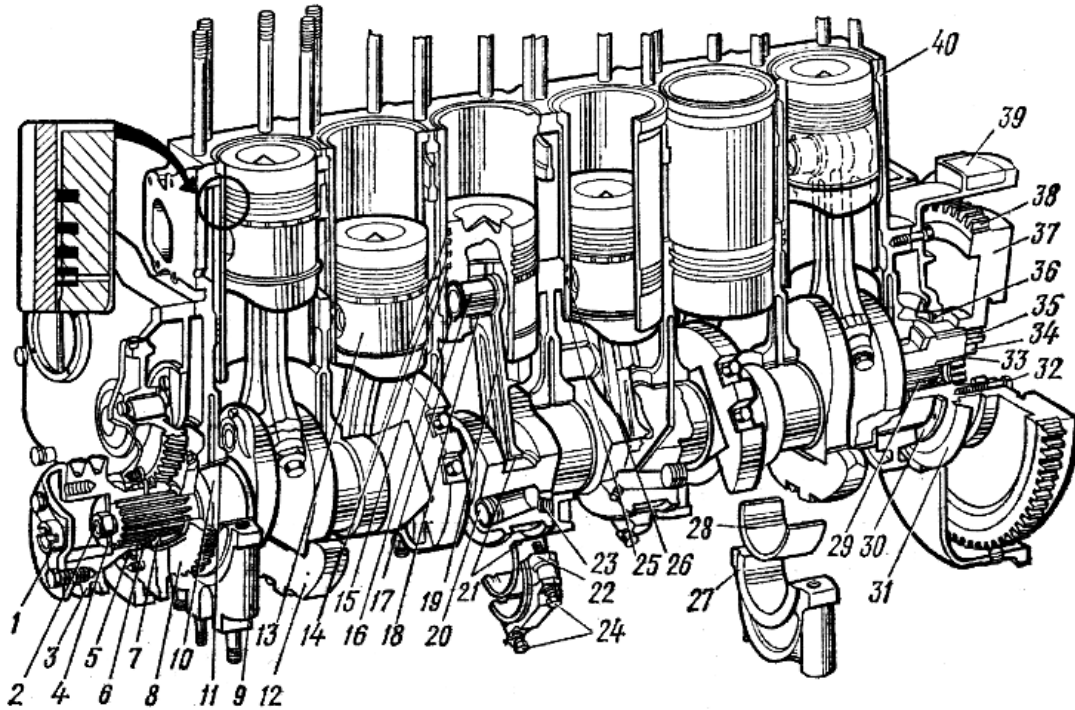

Рисунок 9 - Кривошипно-шатунный механизм двигателя А-01М:
3. Познакомьтесь с устройством поршня 13 (рисунок 9). Решите, для чего необходимы канавки в направляющей части поршня.